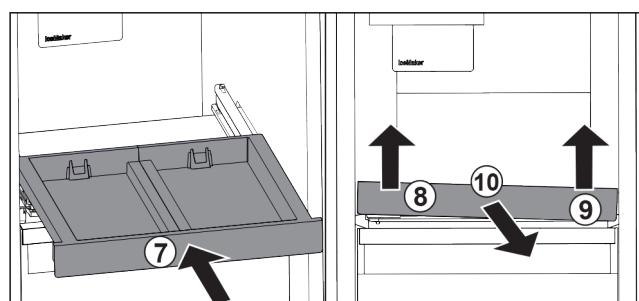

Fig. 86
- Zasuňte vysouvací příhrádku. Fig. 86 (7)
- Vysouvací příhrádku vpředu vlevo nadzvedněte. Fig. 86 (8)
- Vysouvací příhrádku vpředu vpravo nadzvedněte. Fig. 86 (9)
- Odeberte vysouvací příhrádku směrem dopředu. Fig. 86 (10)